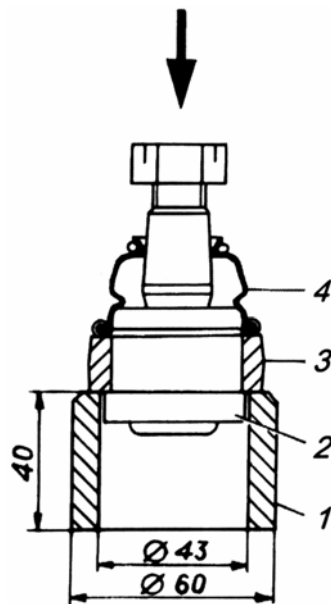

Рис. 5.29. Выпрессовка шарнира рулевых тяг: 1 – втулка; 2 – шарнир; 3 – тяга или наконечник; 4 – защитный колпак
- на прессе с помощью опорной втулки 1 (рис. 5.29) выпрессовать шарнир из тяги с приложением усилия к пальцу с предварительно накрученной до уровня торца гайкой. При этом одновременно спрессовывается защитный колпак 4 с корпуса шарнира;